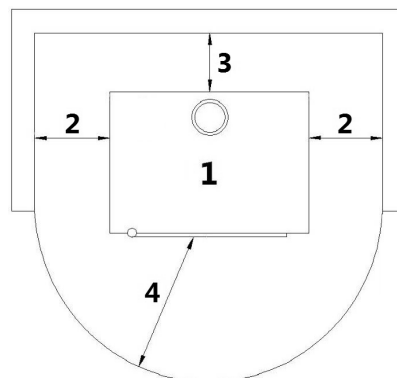

Fig. 17 - Algemene installatie
LEGENDE	Fig. 17
- Het is verplicht de kachel los van eventuele muren en/of meubels te installeren, met een minimale luchtdoorgang van 300 mm rondom de zijkanten en van 200 mm aan de achterkant, om een doeltreffende koeling van het apparaat mogelijk te maken, alsmede een goede verspreiding van de warmte in het vertrek (zie **Fig. 17**).
- Als de wanden van ontvlambaar materiaal zijn, controleer dan de veiligheidsafstanden (zie **Fig. 17**).